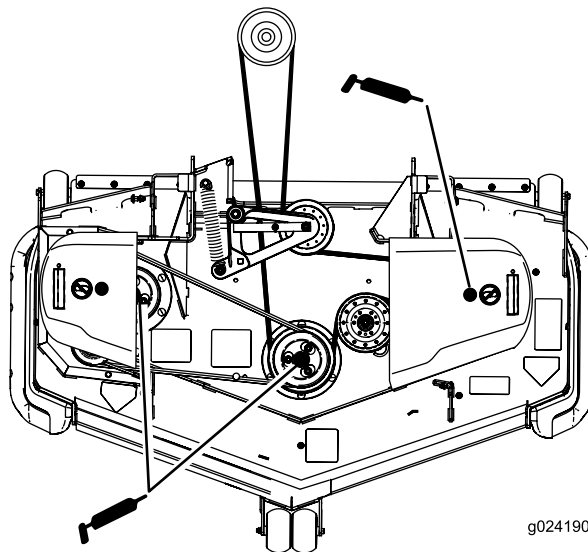

Figure 39
5. Graissez le pivot de la poulie de tension du plateau de coupe jusqu'à ce que la graisse ressorte par le bas (Figure 39).
6. Graissez les roulements des 3 axes jusqu'à ce que la graisse ressorte par les joints inférieurs (Figure 39).
8. Graissez le bras de la poulie de tension de la courroie d'entraînement (Figure 39).